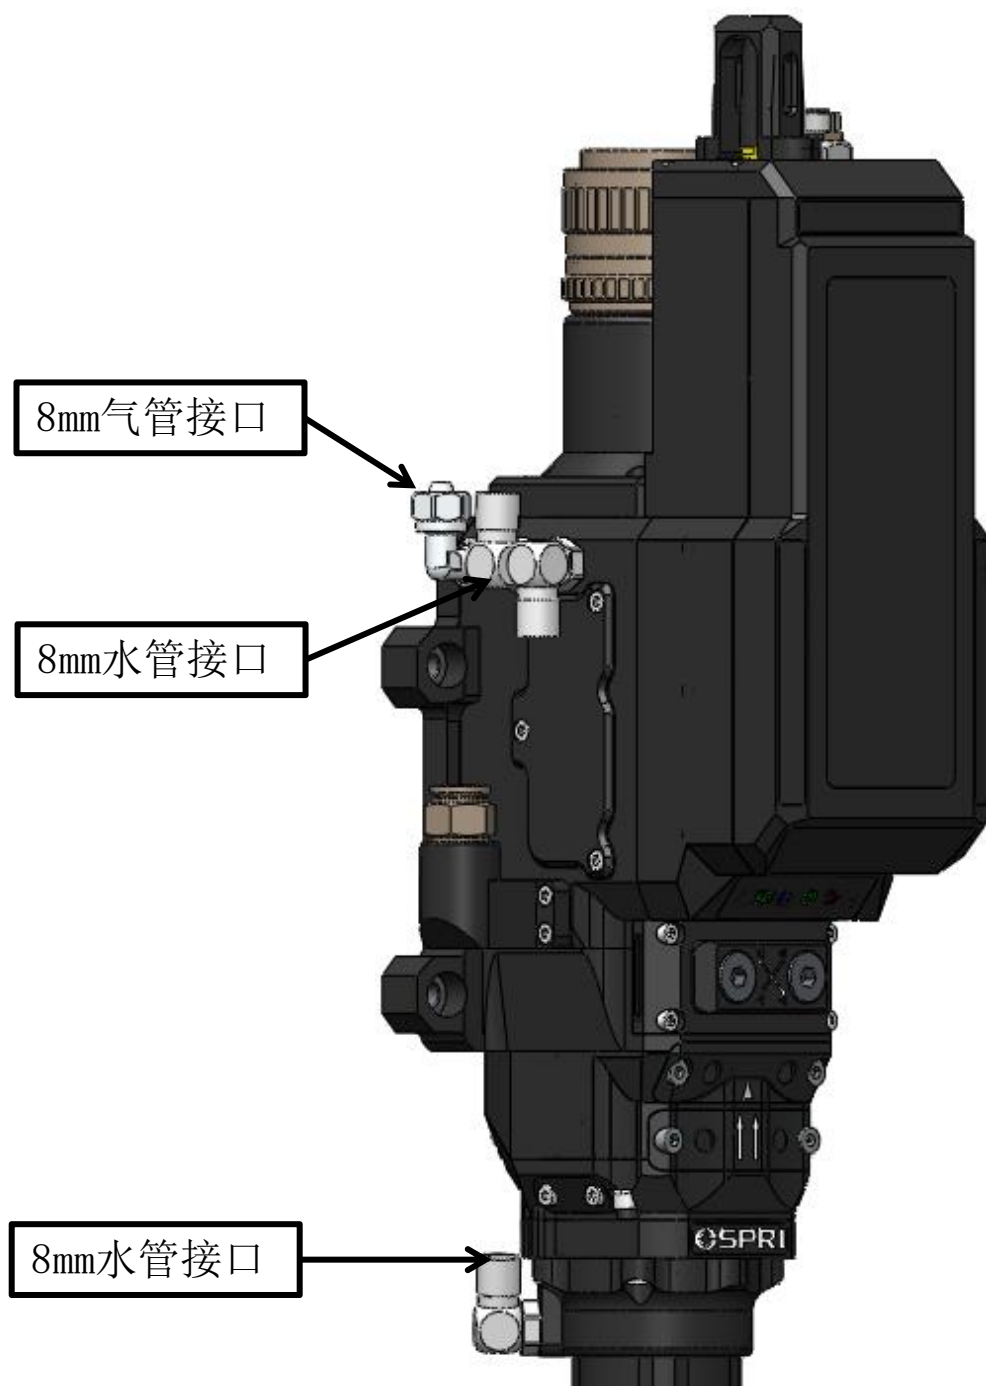

图1.4
- ① 8mm水管接口：用于光纤座及传感器冷却，1进1出冷却管路，如下图1.4所示。
- ② 8mm气管接口：用于陶瓷环及喷嘴冷却，如下图1.4所示。